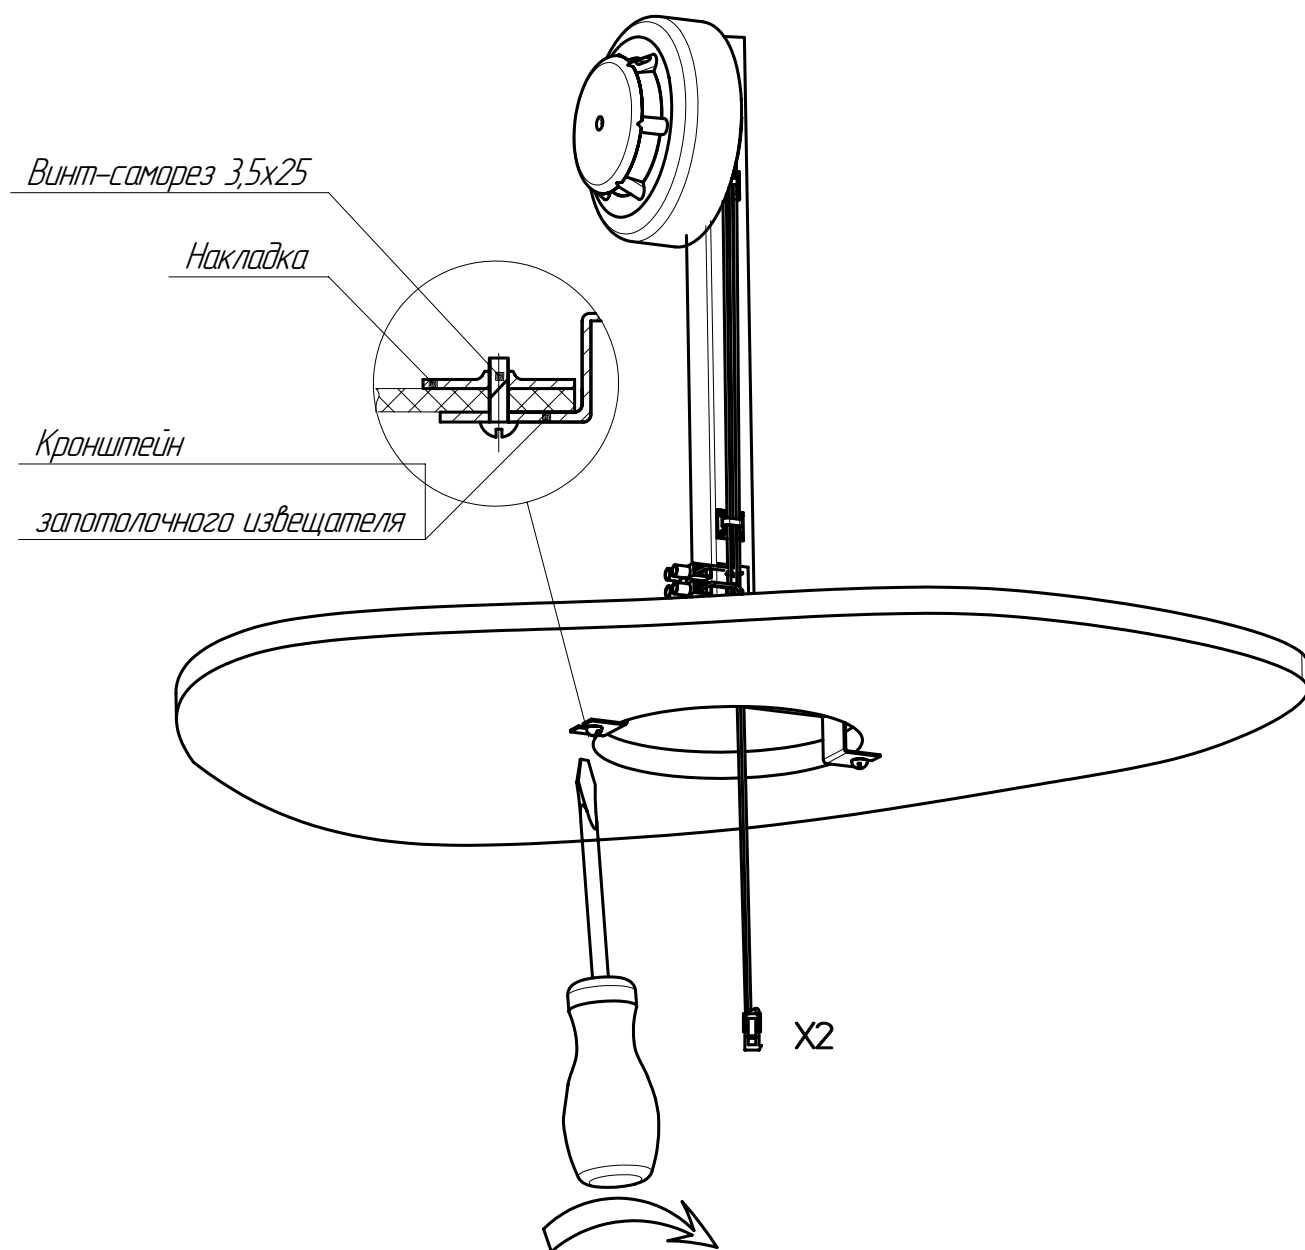

Рис. 4. Монтаж запотолочного извещателя
5.5 Закрепить кронштейн винтами-саморезами, предварительно продев в отверстие провод с розеткой X2, как показано на рис. 4.